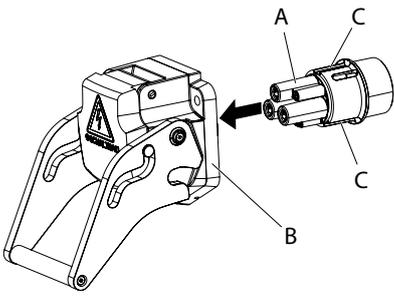

Abb. 24:
1. Den fertig konfektionierten und komplett montierten Kontakteinsatz (A) in die Dose (B) einschieben (**Abb. 24**). Dabei auf die Kodierung (C) achten.